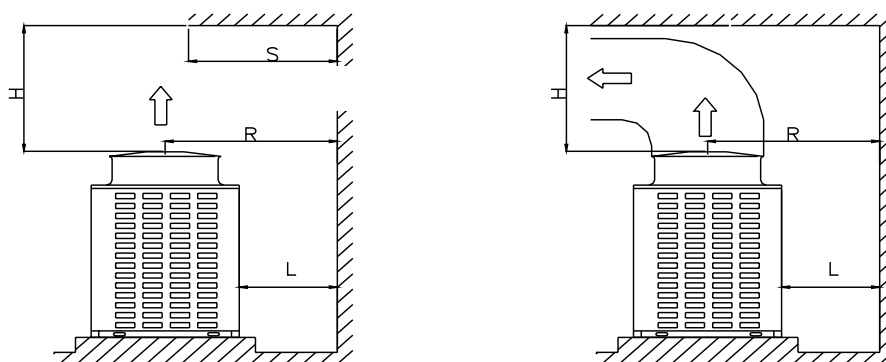

Рис.6.36 — Требования по размещению при наличии препятствий сверху
6.5.8 При наличии препятствий над выпускным отверстием блока необходимо учитывать расстояние в соответствии с рис.6.36а.
При наличии препятствий на высоте  $H=3000$  мм, должен устанавливаться воздухоотводящий вентиляционный канал рис.6.36 б.